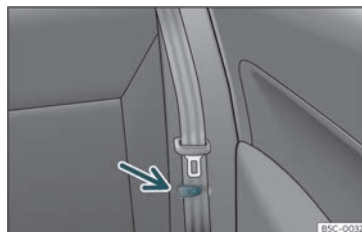

Fig. 101 Banco traseiro: pinça para fixar o cinto de segurança.
- Coloque os cintos de segurança laterais no suporte do revestimento»» Fig. 101.